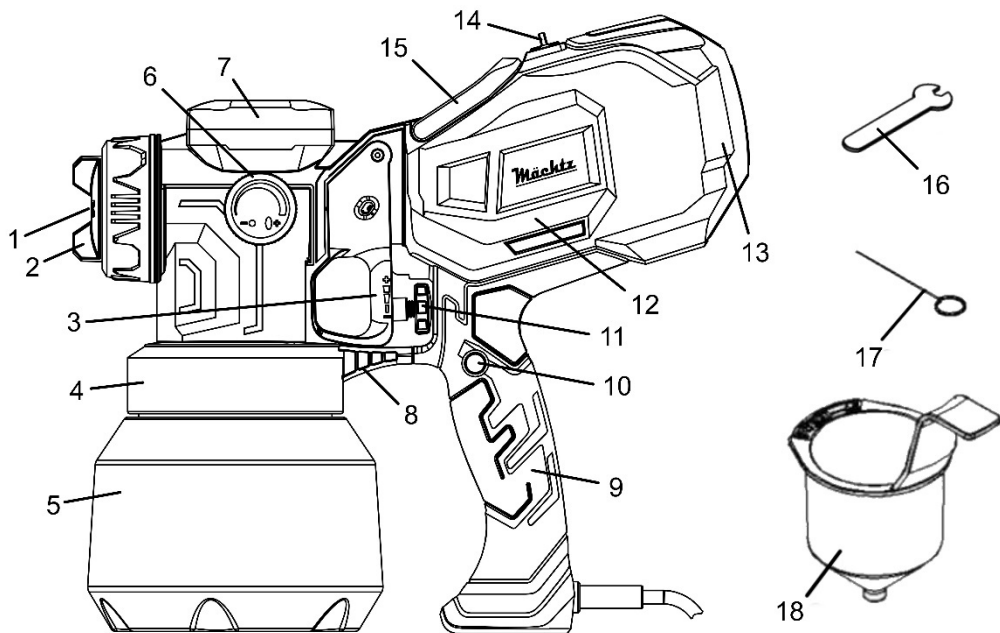

Рисунок 1
2.3.1 За допомогою натискання та утримання в натиснутому стані пускової клавіші (3, рисунок 1) запускається електродвигун з крильчаткою для створення необхідного тиску для фарбування. Фарба втягується з ємності (5, рисунок 1) до форсунки (1, рисунок 1), яка здійснює розпилення.
2.3.2 Виріб має регулятор інтенсивності розпилення (11, рисунок 1), за допомогою якого можна налаштувати кількість та швидкість подачі фарби. Обертання регулятора за годинниковою стрілкою збільшує інтенсивність розпилення, проти годинникової стрілки – зменшує.
2.3.3 Регулятор орієнтації факела (2, рисунок 1) змінює просторову орієнтацію факела розпилення між горизонтальним та вертикальним положеннями.
2.3.4 Для більшої зручності при використанні, виріб оснащений регулятором форми факела розпилення (6, рисунок 1), який збільшує або зменшує площу поверхні, що покривається факелом фарби.
2.3.5 На виробі передбачено додаткова можливість швидкого наповнення ємності для фарби. А саме, через швидкозаливну горловину, яка розташована під кришкою (7, рисунок 1) у верхній частині блока розпилення (виріб з відкритою кришкою швидкозаливної горловини представлено на рисунку 2). При такому способі заповнення ємності фарбою (5, рисунок 1), її знадобиться знімати тільки по завершенні робіт для миття і очищення ємності та всмоктувальної трубки. Це додає зручності при обробленні поверхонь великої площі, коли виникає потреба частого поповнення ємності робочим матеріалом.
2.3.6 Зручний доступ до повітряного фільтра, розміщеного під кришкою (13, рисунок 1), не потребує застосування додаткових інструментів під час заміни або очищення фільтра (дивіться рисунок 3). Для відкриття кришки необхідно натиснути на важіль розблокування (14, рисунки 1 і 3).
2.3.7 Виріб комплектується віскозиметром (18, рисунок 1) – приладом для вимірювання в'язкості фарби, двома форсунками з мідними дюзами діаметром отворів 1,8 мм і 2,5 мм, а також голкою (17, рисунок 1) для прочищення форсунок та ключем (16, рисунок 1) для їх зміни.
4.4 Від'єднайте блок розпилення від корпусу електродвигуна (12, рисунок 1 і 4): натисніть на кнопку розблокування (10, рисунок 1) і поверніть корпус двигуна проти годинникової стрілки на 90°.
4.5 Наповніть ємність (5, рисунок 1) робочим матеріалом. Для цього можна скористатися одним з двох способів:
4.7 Для ввімкнення виробу натисніть на пускову клавішу (3, рисунок 1) і за допомогою регулятора (11, рисунок 1) налаштуйте потрібний рівень інтенсивності розпилення. Щоразу при натисканні пускової клавіші рівень інтенсивності розпилення буде відповідати обраному.
4.12 Для вимкнення фарбопульта відпустіть пускову клавішу (3, рисунок 1).